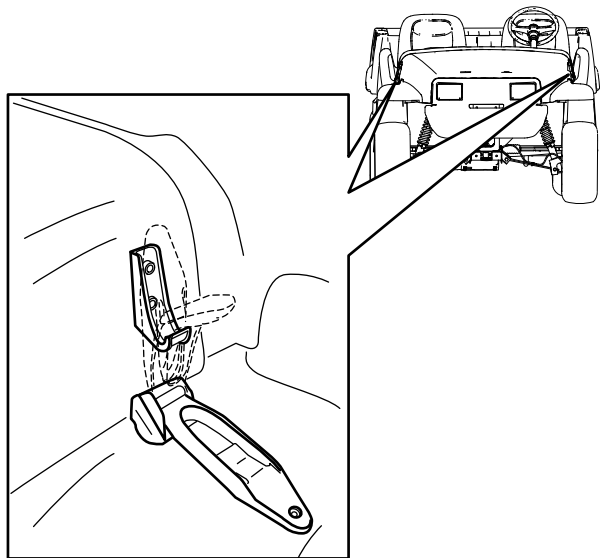

Figura 21
1. Sollevate l'impugnatura dei fermi in gomma su ciascun lato del cofano (Figura 21).
2. Fissate il cofano allineando i fermi in gomma sugli ancoraggi dei fermi su ciascun lato del cofano (Figura 21).